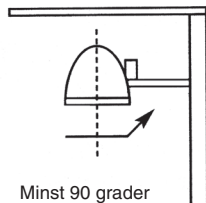

Fig. 3B
**Varning:** Belysningen får EJ riktas mot brännbara ytor (Fig. 3B,C).